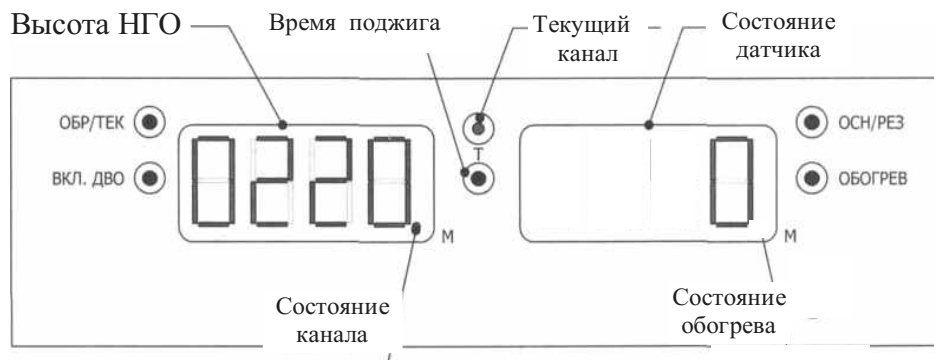

Рисунок 2 Передняя панель пульта дистанционного
1.5.2.13 Для вывода на индикатор времени, прошедшего от подачи команды до поджига импульсной лампы, нужно нажать кнопку «Время поджига» (Рисунок 2), предварительно нажав и удерживая кнопку «ОБР / ТЕК». Через некоторое время на левом индикаторе появится буква «t» и значение, соответствующее времени в миллисекундах. Для выхода из этого режима необходимо повторно нажать те же кнопки. Этот режим используется для диагностики неисправностей в цепи поджига импульсной лампы и оценки качества ее работы.